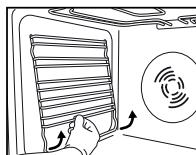

Fig. 3
- 1.** Rimuovere le griglie laterali per il supporto degli accessori (Fig. 3).